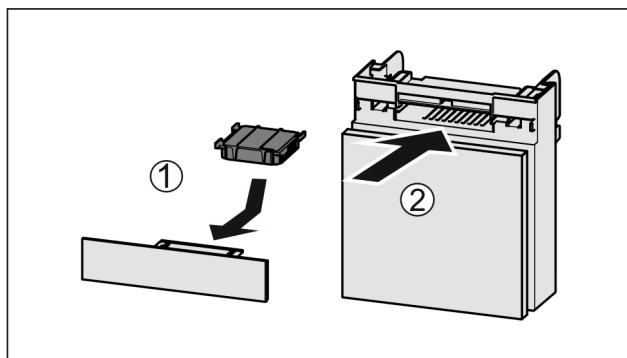

Fig. 183
- Aktivkohlefilter nach Abbildung einsetzen Fig. 183 (1).
- Fach einschieben Fig. 183 (2).